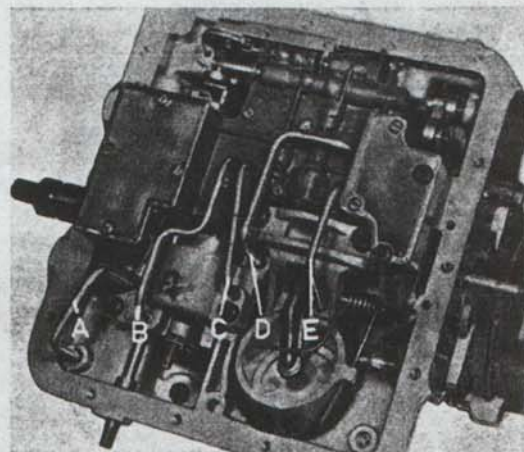

Bild 38. Oljerör.
3. Lossa skruvarna för oljeådråget och ta bort detta. Ta vara på magnetstycket. Bryt försiktigt ut oljerören, bild 38.